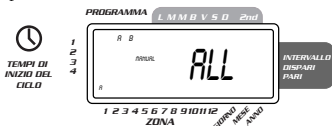

FIGURA 10: Annaffiamento semi-automatico per le stazioni assegnate ai programmi A e B
- Ruotare il selettore girevole **AUTO**, quindi premere il tasto **MANUELE**. Il visualizzatore mostrerà **"AB"**, **"MANUAL"** e **"ALL"** inizierà a lampeggiare [vedi figura 10]. Questo significa che tutte e sei (o dodici) stazioni nei programmi A e B annaffieranno in sequenza, in maniera semi-automatica, per le durate di tempo assegnate.